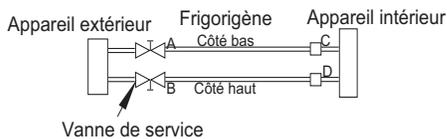

Fig. 18 – Valve de service
1. Serrez complètement les écrous évasés A, B, C et D, brancher le flexible de chargement du manomètre du collecteur à un orifice de chargement de la valve de service côté basse pression. (Consultez la figure. 18.)